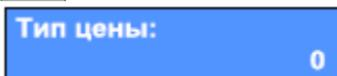

Рисунок 17 – Поле «ТИП ЦЕНЫ!»
- для ввода цены следует последовательно нажать кнопки и дважды кнопку для перехода к полю ТИП ЦЕНЫ (рисунок 17);